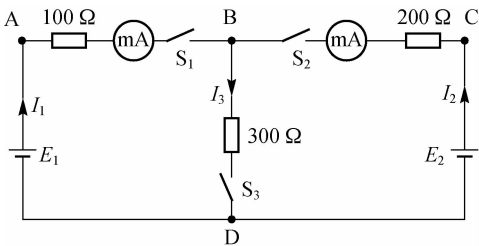
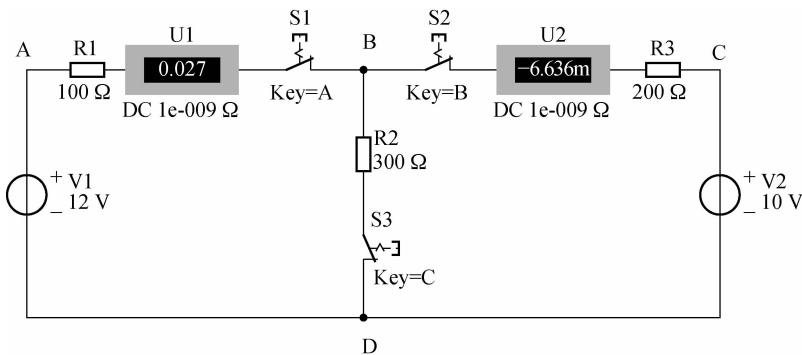

图 2-37 基尔霍夫定律验证电路原理图
图 2-38 基尔霍夫定律验证仿真电路
- (1)按电路原理图 2-37 所示进行接线。
- (2)检查无误后,分别按表 2-3 要求的电源电压数值通入直流电。
- (3)分别读取电流表数值并填入表格中。
- (4)用电压表分别测量 U_{AB} 、 U_{BC} 、 U_{AC} 电压,将结果填入表 2-5 中。
- (5)总结各支路电流、电压遵循的规律。
- (6)仿真实训电路如图 2-38 所示。